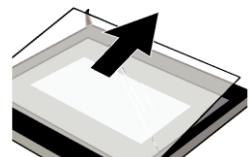

Figura 5
5. Impingeti geamul in pozitia indicata in Figura 5. Trageți cu grija geamul din suport.